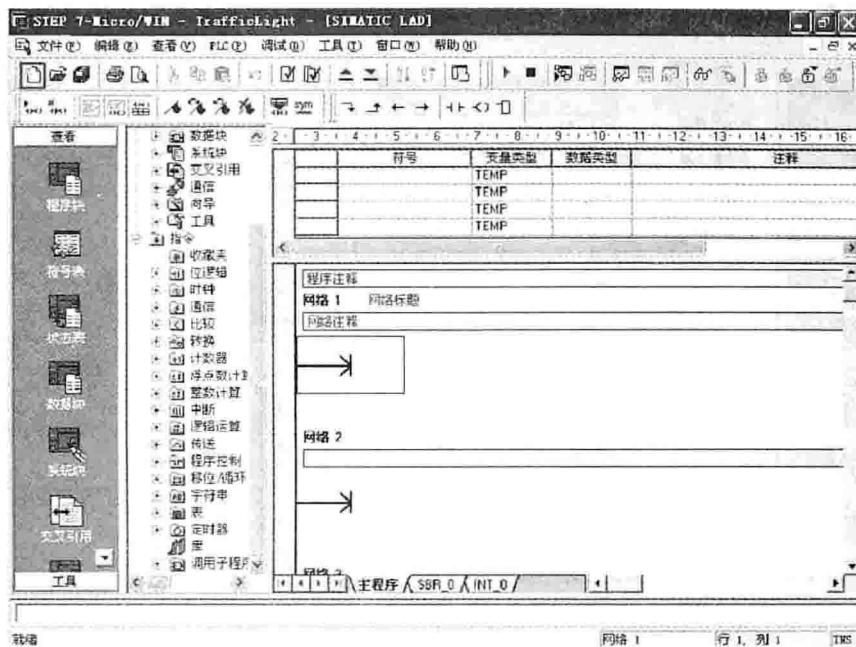

图 1-4 创建新项目
(1) 单击 按钮, 创建一个新的项目, 如图 1-4 所示。